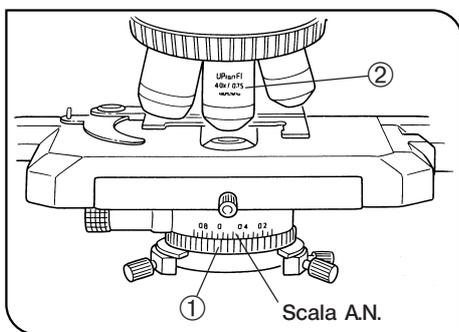

Fig. 32
La scala di apertura numerica del condensatore si può utilizzare regolando la ghiera del diaframma di apertura ①. (Fig. 32)